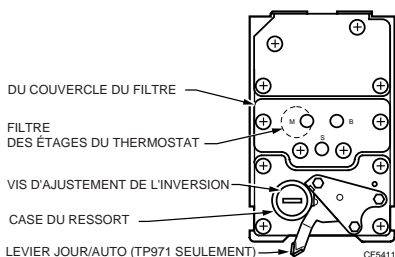

Fig. 9. Thermostat de la série TP970 – vu de l'arrière.
Dans certains systèmes, la pression de la canalisation principale est plus élevée (14 ou 15 psi, ou 97 ou 103 kPa) de sorte qu'il faut augmenter le point d'inversion. Dans ces systèmes, il faut faire tourner la vis d'ajustement du point d'inversion (Fig. 9) d'un demi-tour dans le sens horaire pour chaque psi (7 kPa) supérieur à 13 psi (90 kPa).
2. Retirer la vis d'ajustement de l'inversion (Fig. 9) située à l'arrière du thermostat.